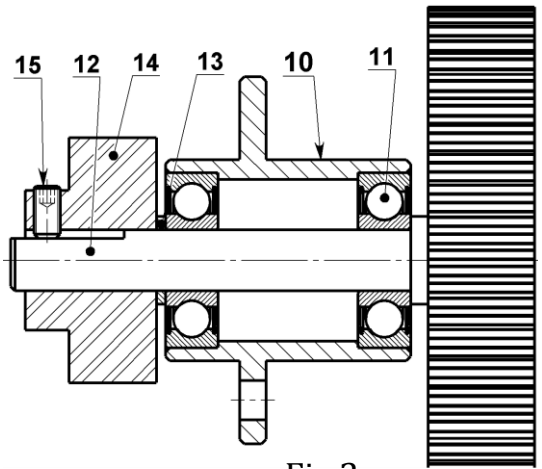
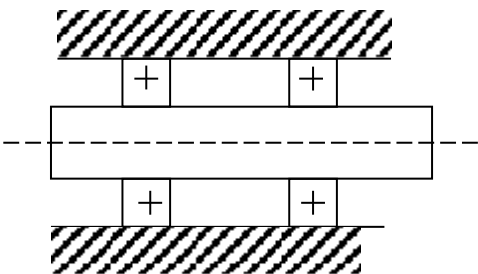

Fig.2
Fig.3
Q.7- Le montage à la figure 2 est schématisé par la figure 3 ci-contre